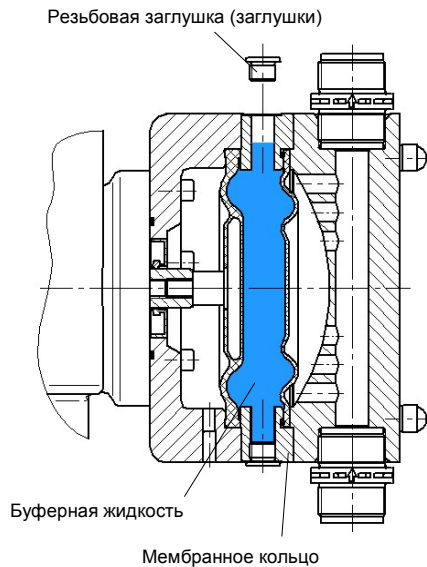

Рис. 63
- ввернуть резьбовую заглушку (заглушки) (ср. рис. 63)